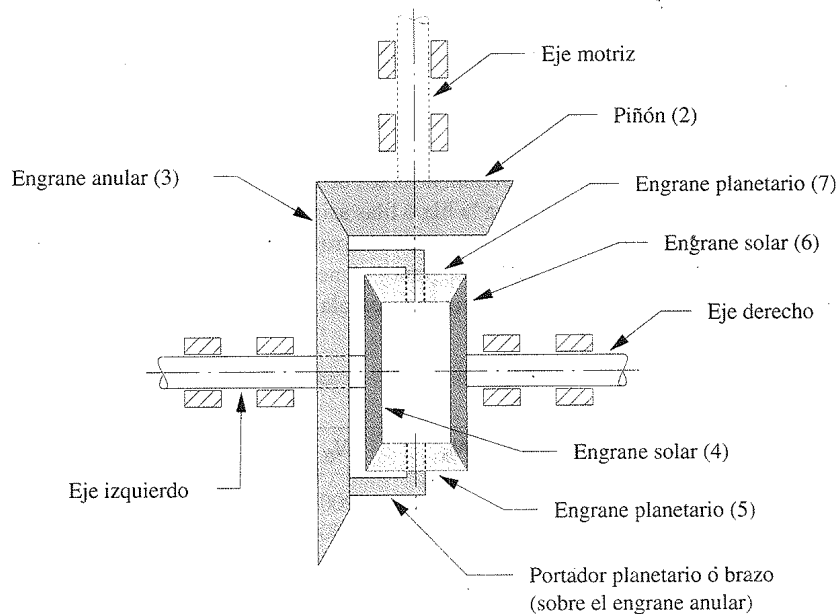

FIGURA P9-3 Tren de engranes planetarios de diferencial automotriz para el problema 9-27
- *†9-27 La figura P9-3 (p. 362) muestra un tren de engranes planetarios utilizado en un diferencial trasero automotriz (no a escala). El auto